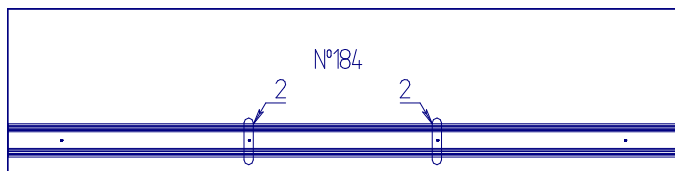

Рис.4
4. Через отверстия 2 на треке, шилом наколоть отверстия на детали №184 (рис.4). Закрепить трек с помощью компл.№77 (П).